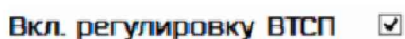

Рисунок 18 – Включение стабилизации температуры микросхемы ВТСП
5.2.10 Для включения режима стабилизации температуры микросхемы ВТСП поставьте галочку в квадратике рядом с надписью «Вкл. регулировку ВТСП» (рисунок 18). Полная стабилизация температуры с точностью до  $\pm 0,001$  К наступит через несколько минут. Для контроля наблюдать за текущей температурой ВТСП.